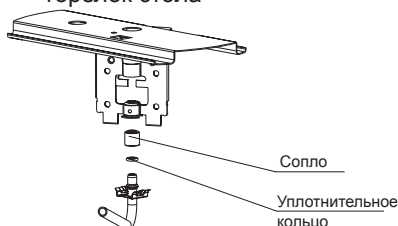

рис. 12
17.1. Проведение замены сопла при ремонте, а также при переводе на другой тип газа (рис.12, 13)
6. Снять установленные сопла, для этого отверткой необходимо отсоединить металлическую защелку от отбортовки гнезда держателей сопла и вывести газоподводящую трубку вместе с соплом из гнезда, затем снять сопло с трубки газа (рис. 12). Резиновые уплотнительные кольца рекомендуется оставить на трубках.